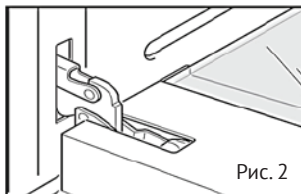

Рис. 2
- Закройте фиксаторы в соответствии с (рис. 2).